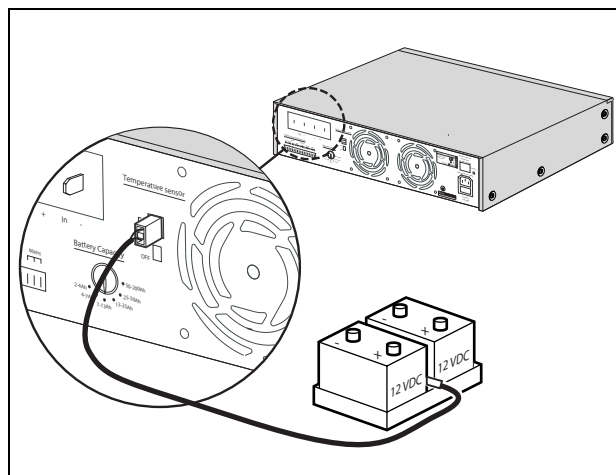

figura 3.6: ligação do sensor de temperatura
Para aumentar o tempo de vida útil da bateria, as tensões e correntes aplicadas dependem da temperatura; por conseguinte, ligue o sensor de modo a ser possível uma boa leitura térmica. Por exemplo, pode ligar o sensor ao compartimento da bateria ou colocá-lo entre duas baterias (consulte a figura 3.6). Se não estiver a utilizar o sensor de temperatura, o interruptor deslizante do sensor de temperatura deverá ser colocado em Off (desligado).
- 1 Ligue um cabo de alimentação aprovado localmente ao carregador de baterias (consulte a figura 3.6).